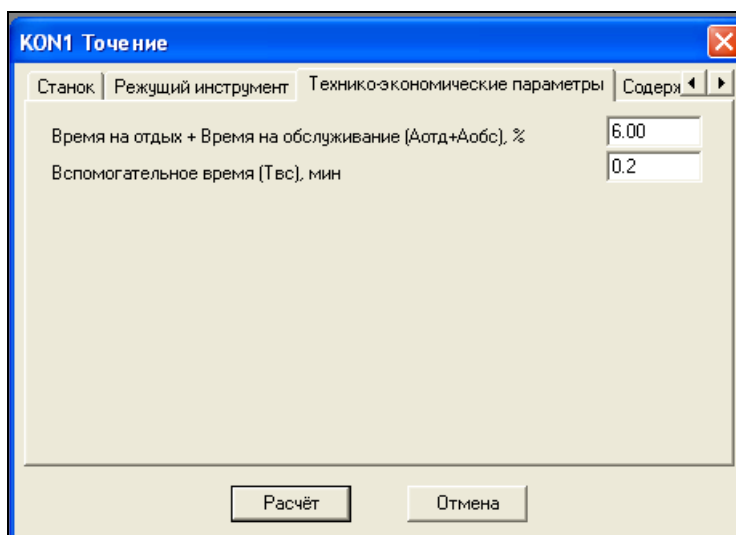

Рисунок 8.14 – Технико-экономические параметры
3.5 Во вкладке «Технико-экономические параметры» указываем время на отдых и время на обслуживание и вспомогательное время (рисунок 8.14).